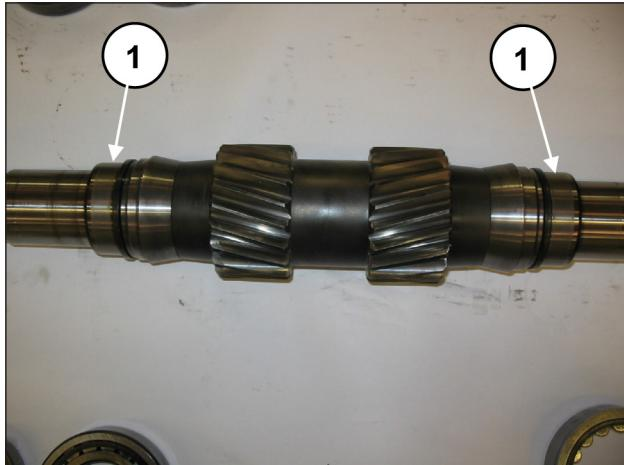

Fig. 52
insérer sur l'arbre PTO les 2 bagues intérieures des coussinets (une de chaque côté) (rep. ①, Fig. 52).